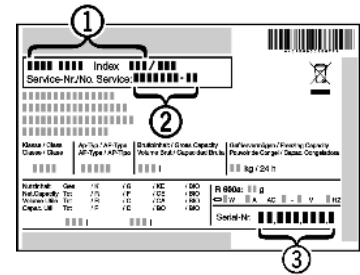

Fig. 39
- ▶ Gerätebezeichnung *Fig. 39 (1)*, Service-Nr. *Fig. 39 (2)* und Serial-Nr. *Fig. 39 (3)* vom Typenschild ablesen. Das Typenschild befindet sich an der linken Geräteinnenseite.